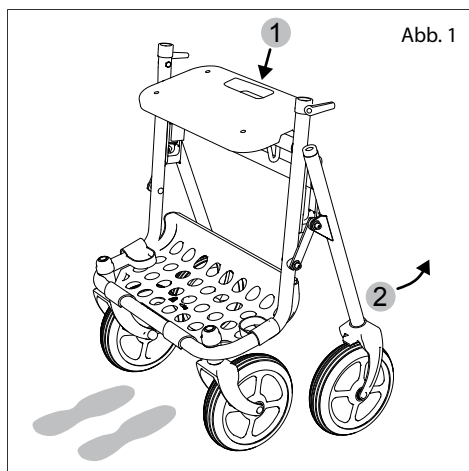

Abb. 1
1. Halten Sie den Hauptrahmen am Griffloch (1, Abb. 1) des Sitzes und stellen Sie diesen mit den Vorderrädern (Schwenkräder) auf dem Boden auf. Das Griffloch muss sich an der von Ihnen abgewandten Seite befinden.
2. Beugen Sie sich über den Hauptrahmen und greifen Sie das von Ihnen abgewandte Teil des Rahmens, um den Rahmen zu entfalten (2, Abb. 1).